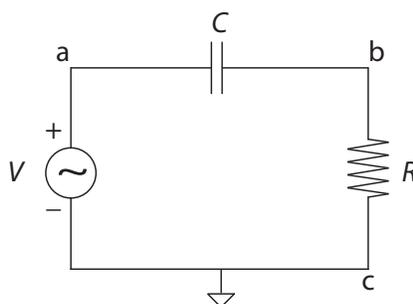

Figura 2: Circuito RC.
- f) Invierta la resistencia y el condensador como se muestra en la figura 2. Mida la función transferencia del filtro como función de la frecuencia de manera análoga a lo realizado en la parte d)).